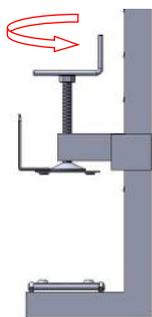

fig. 5
- Svitare la barra filettata ruotando le manovelle in senso antiorario fino alla loro completa apertura (fig. 5 a pag 9);